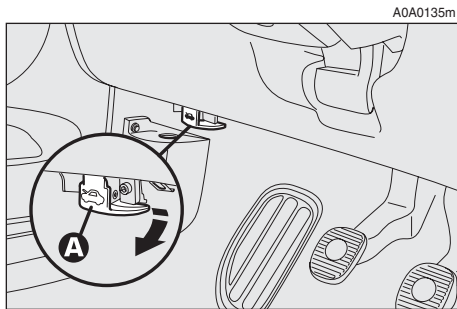

fig. 163
- tirer le levier d'ouverture (**A-fig. 163**) jusqu'à entendre le déclic de décrochage.